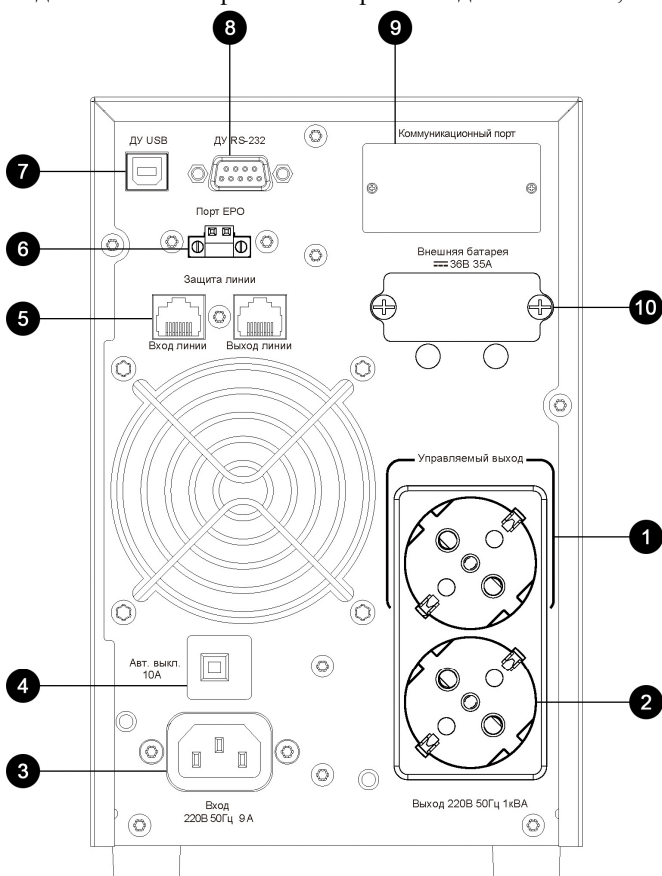

Рисунок 3 - Задняя панель ИБП АТС 1000 Т-С
На задней панели ИБП (рисунок 3) расположены:
- подключить интерфейсный кабель USB из комплекта поставки к соответствующему соединителю на задней панели ИБП (поз. 7, рисунок 3) и к последовательному порту управляющего ПК с установленным ПО «UPS Agent»;